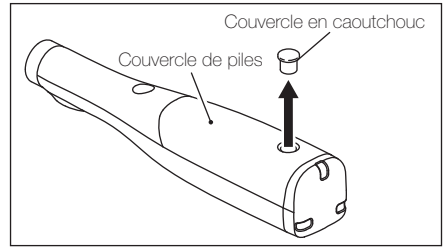

Fig. 11
2. Retirer, à l'aide d'un tournevis à fente fine, le couvercle en caoutchouc cachant le trou des vis du couvercle des piles. (Fig. 11)